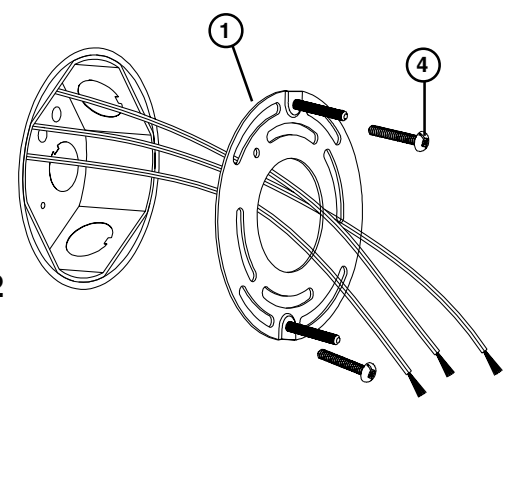

Figure 3
3. **With the power turned off at circuit breaker box,** position Mounting Plate (1) near the junction box and feed supply wires through center hole, position with installed Screws aligned **vertically** (after mounting) and threads facing outward. Secure using Screws #8-32x1-1/2" (4) provided. **See Fig 3.**
3. **Con la electricidad apagada en la caja de cortacircuitos,** coloque la Placa de Montaje (1) cerca de la caja de lambrado y alimente los alambres de suministro por el agujero de centro, coloque con los Tornillos instalados alineados **verticalmente** (después de montaje) e roscas mirando hacia afuera. Asegure usando Tornillos #8-32x1-1/2" (4) proporcionados. **Vea el Fig. 3.**